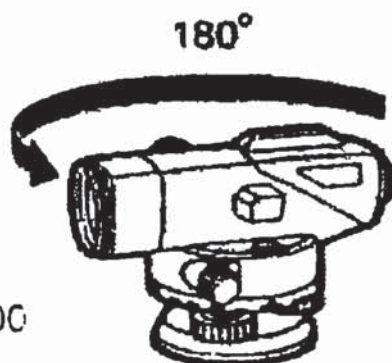

Рис. 7.1
- 2) Поверните инструмент на 180° (или 200° gon) (рис. 7.1).